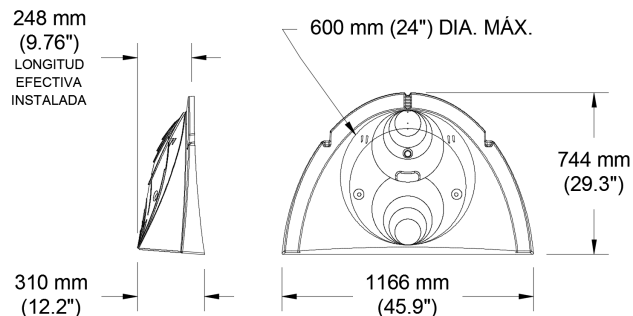

Figura 4. Dimensiones de la tapa SC-740 y guías de corte.
- Las tapas se producen mediante proceso de inyección con un compuesto de Polietileno de Alta Densidad en conformidad con la norma ASTM F2922-13(2018). Tienen un pie integrado en la base para el soporte de las tapas y guías de corte para conectar en campo tubos de 150 a 600 mm (12 a 24 pulg) de diámetro ya sea para verter agua al interior de las cámaras instaladas o desalojarla. Las guías de corte se muestran en la Figura 4.